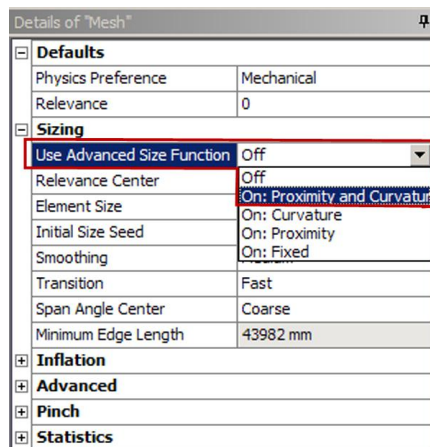

Рис. 5.16
2.2. Подобие и кривизна (*Proximity and Curvature*) задает измельчение сетки в области сильного искривления ребер для подобных ребер (рис. Рис. 5.16). Бегунком устанавливается значение в пределах от -100 до +100. Если опция размера элемента (*Element Size*) задана по умолчанию (*Default*), опция *Proximity and Curvature* выполняет ту же функцию, что *Relevance* (фактор плотности сетки) в основных опциях изменения сетки. Подобие (*Proximity*) линий учитывается для протянутых тел или при включенной функции подобия деталей.